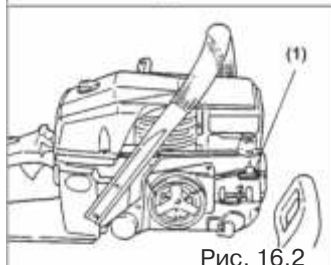

Рис. 16.2
2. Отверстие вывода масла Рис. 16.2
Разберите направляющую шину и проверьте отверстие вывода масла (поз. 1 рис. 16.2) на отсутствие закупорки.